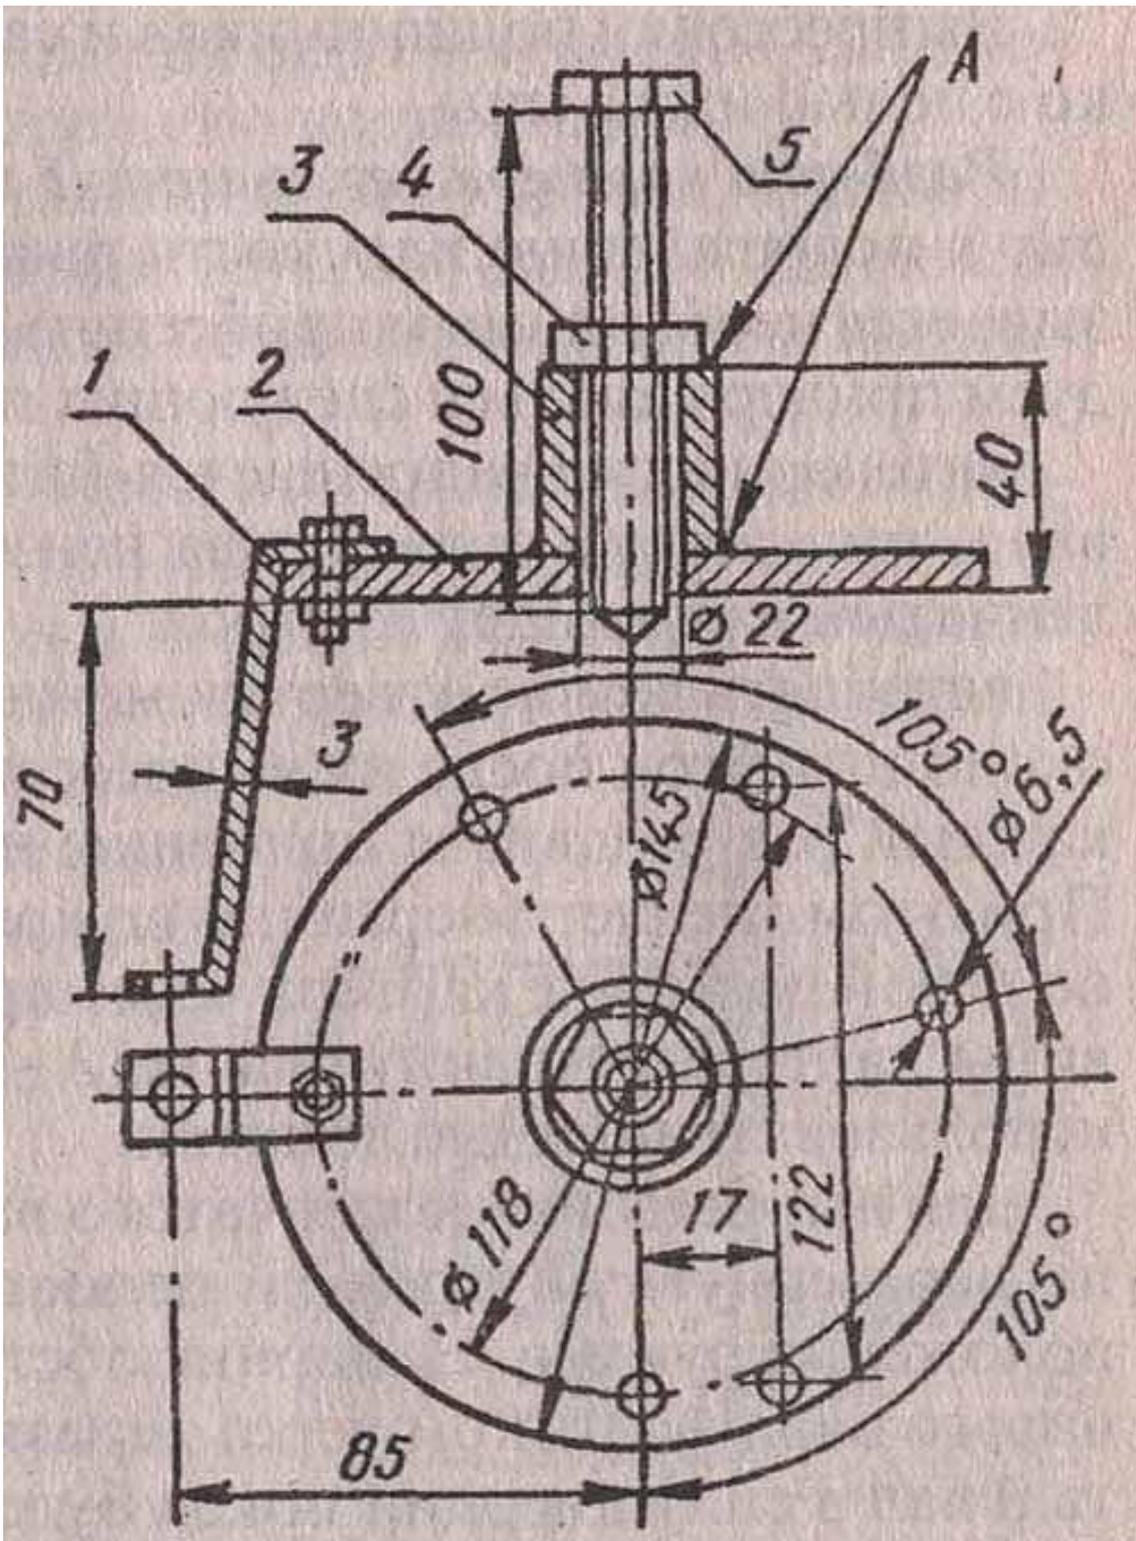

**Рис. 2.15. Оправка для выпрессовки штифтов картера.**
3. С помощью оправки (рис. 2.15) выбить два установочных штифта.